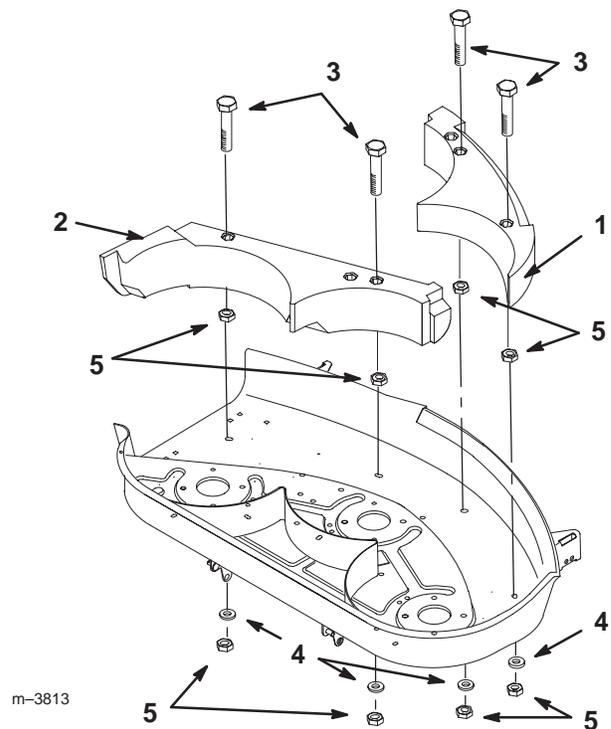

Bild 14
2. Legen Sie das linke und rechte Ablenklech so in die Schneidkammer, dass die verlängerten Ansätze ineinander greifen. Befestigen Sie sie mit 4 Sicherungsmuttern (5/16 Zoll) und 4 Sicherungsscheiben (Bild 14).